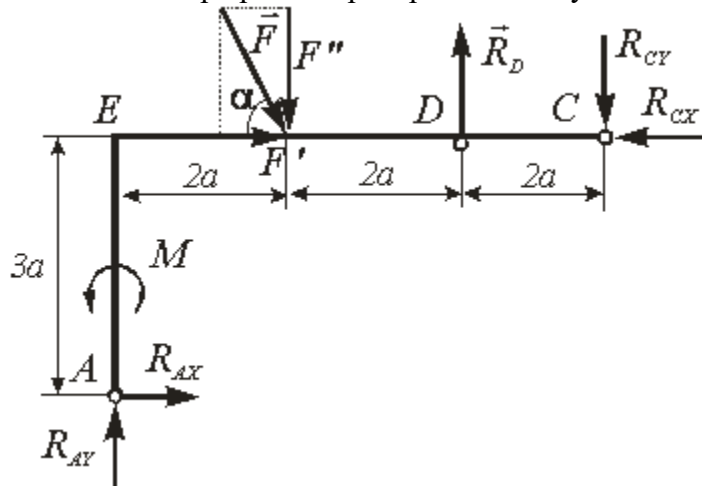

Рис. 27
2. Теперь рассмотрим равновесие угольника (рис. 27).
Ответ: $R_{Ax} = -3,08 \text{ кН}$, $R_{Ay} = 18,685 \text{ кН}$, $R_D = 6,645 \text{ кН}$, $R_B = 30,8 \text{ кН}$, $R_{Cx} = 1,92 \text{ кН}$, $R_{Cy} = 16,67 \text{ кН}$. Знаки указывают, что сила реакции \vec{R}_{Ax} направлена противоположно показанной на рис. 27.